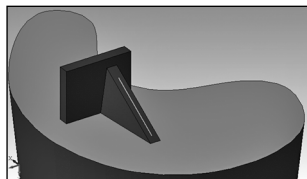

Рис. 12.9. Команда -
- **Ребро жесткости**  — создает трехмерный элемент соединением нескольких эскизов с помощью трехмерной геометрии (рис. 12.9);